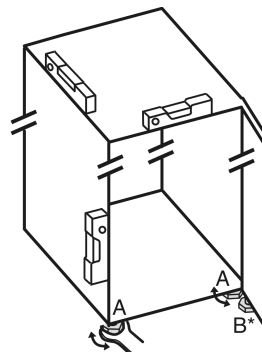

Fig. 4
- ▶ Выкрутите регулируемые опоры *Fig. 4 (A)* при помощи входящего в комплект поставки рожкового ключа и, используя уровень, выставьте устройство прочно и ровно по горизонтали.
- ▶ Выверните регулируемую опору *Fig. 4 (B)* на нижнем опорном кронштейне при помощи входящего в комплект поставки рожкового ключа до ее соприкосновения с полом.
- ▶ Поверните регулируемую опору *Fig. 4 (B)* еще на 90°.